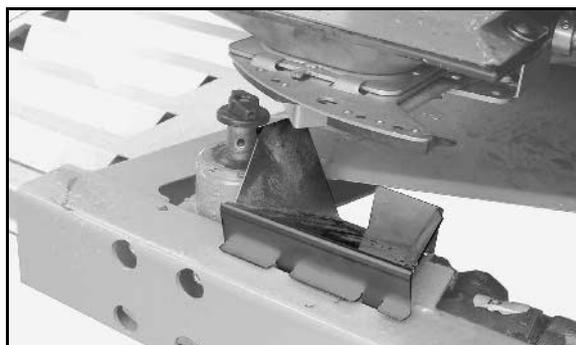

Fig. 53
5. Trichter für Dünger am Rahmen unter die linke Auslassöffnung einstecken (Fig. 53).